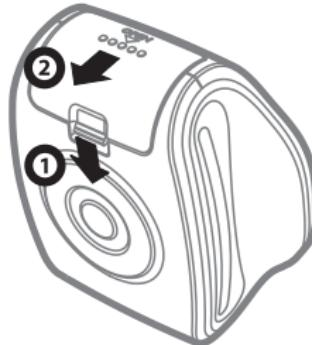

Рис.5. Порядок действий для открытия батарейного отсека
- откройте батарейный отсек как показано на рис.5: нажмите на запирающий язычок в направлении стрелки 1 и сдвиньте крышку батарейного отсека в направлении стрелки 2.